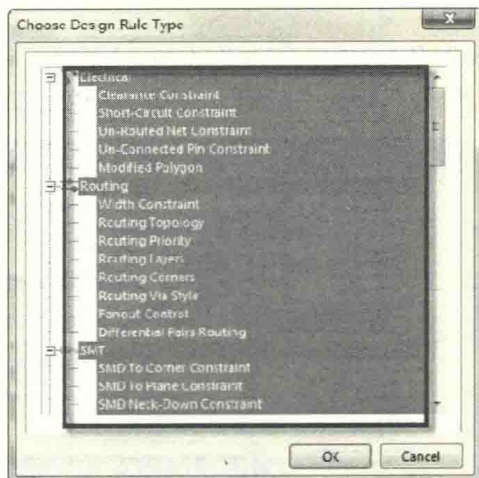

图 9-49 导入规则项的选择
(5) 在弹出的窗口中选择需要导入的规则项，如图 9-49 所示。一般也是全选。
(6) 选择之前保存的后缀为.RUL 的文件，规则导入成功。